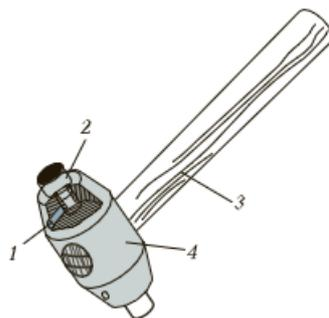

Рис. 3 – Молоток с мягкой вставкой: 1 — штифт; 2 — боек; 3 — рукоятка; 4 — корпус
- молотки с мягкими вставками (рис. 3) используют для правки заготовок с обработанной поверхностью;